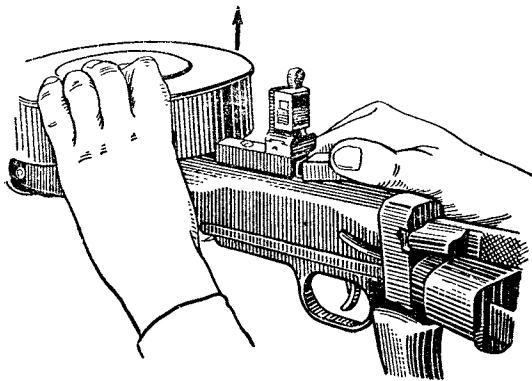

Рис. 77. Снятие магазина с пулемета
1. Повернуть флажок защелки магазина вправо или влево до отказа и снять с пулемета магазин (рис. 77).